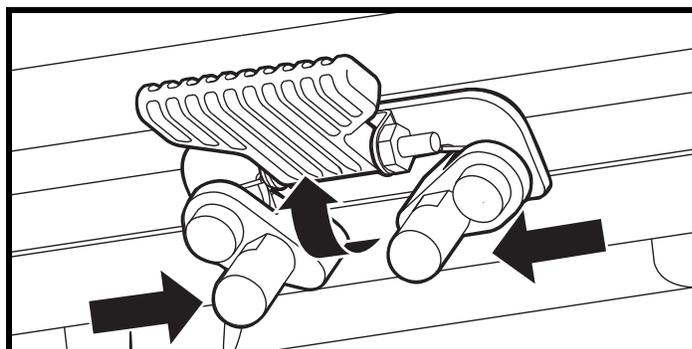

Figure 13. Réglage du siège – Loquet de sécurité
3. Basculez le loquet du siège vers le haut. **Voir la figure 13.**